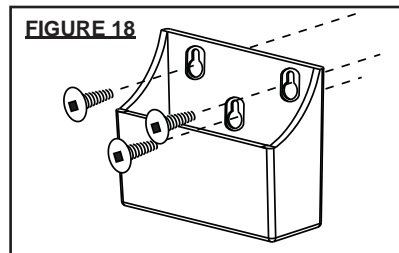

FIGURE 18
**10. INSTALLATION MURALE DE LA TÉLÉCOMMANDE :** (OPTIONNELLE) Fixez le support mural à l'endroit désiré à l'aide des vis et des chevilles d'ancrage si nécessaire. Si l'installation murale n'est pas souhaitée, le support mural peut être jeté. **FIGURE 18**